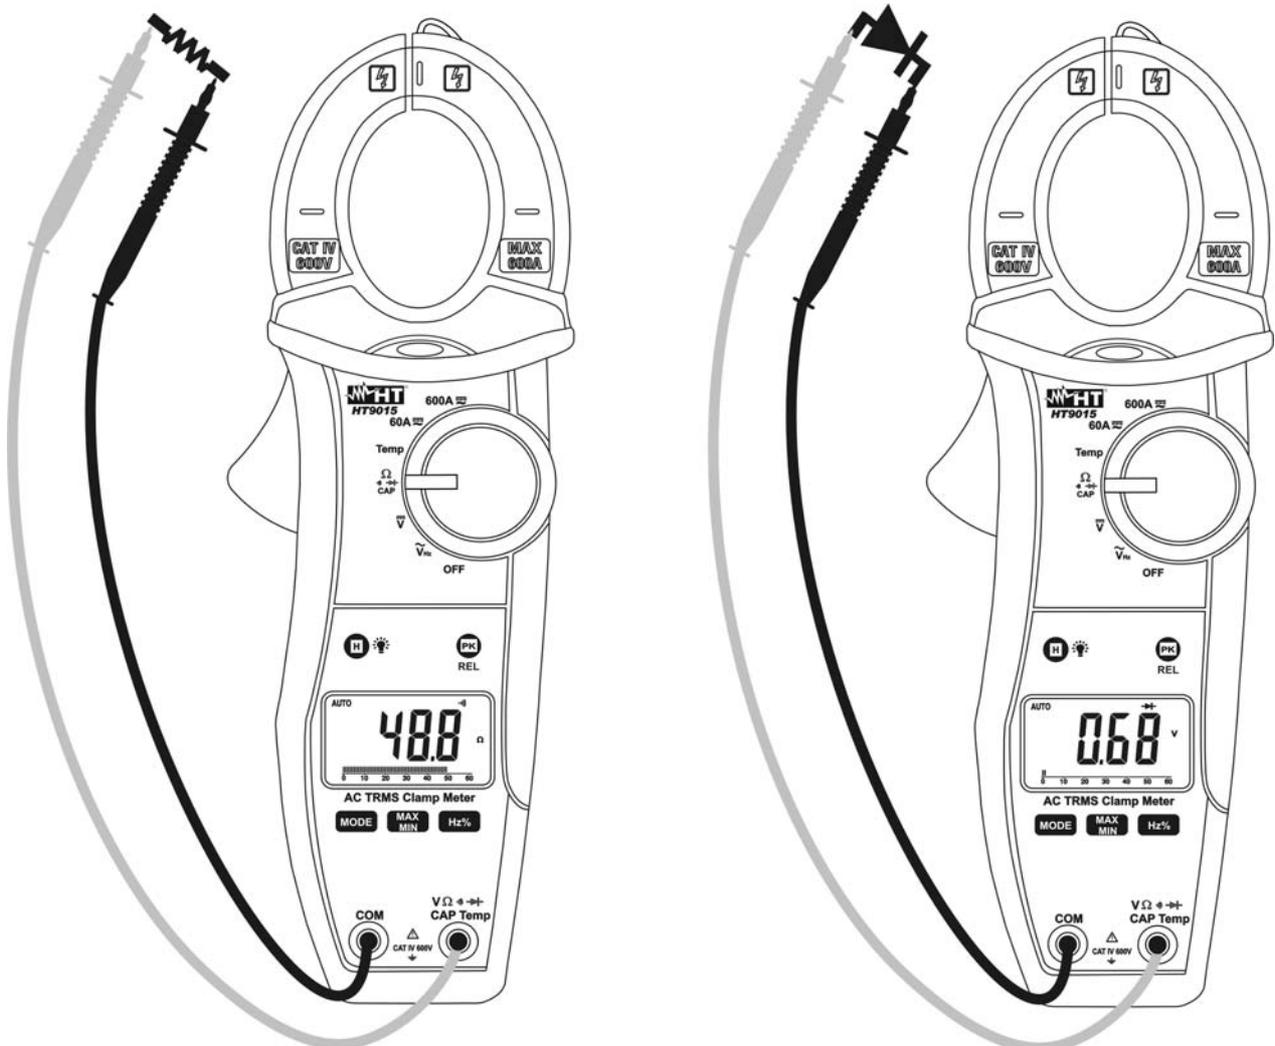

Abb. 6: Durchgangsprüfung und Diodentest
3. Verbinden Sie die Meßleitungen mit den Eingangsbuchsen. Die rote Meßleitungsbuchse mit der $V \Omega \rightarrow \text{CAP Hz \% Temp}$ Eingangsbuchse, die schwarze Meßleitungsbuchse mit der **COM** Eingangsbuchse, und verbinden Sie die Meßspitzen mit dem Messkreis (Abb.6 linke Seite). Der Meßwert wird angezeigt.